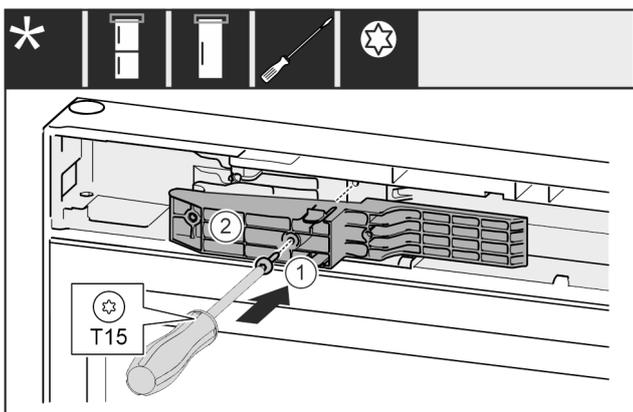

Fig. 50 *
- ▶ Вставьте деталь адаптера Fig. 50 (1) в выемку на стороне ручки.*
- ▶ Затяните винт Fig. 50 (2) отверткой.*